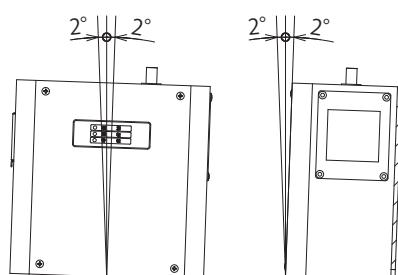

図2
- 前後左右とも傾きがないよう (±2°以下) に、水準器などで確認してください。(図 2)